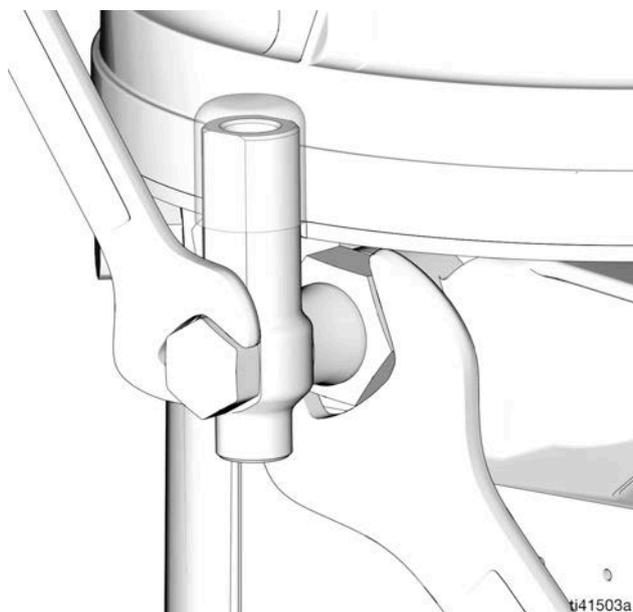

FIG. 20
1. Afloje el accesorio de conexión del elemento de bomba utilizando dos llaves haciendo fuerza en direcciones opuestas (FIG. 20).
3. Apriete el accesorio de conexión del elemento de bomba utilizando dos llaves haciendo fuerza en direcciones opuestas (vea la FIG. 20).